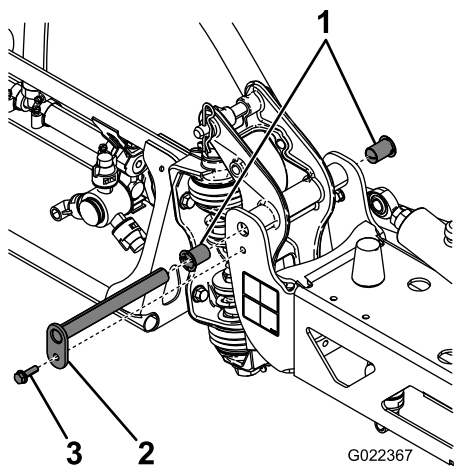

图57
3. 支撑住喷洒臂的重量，然后拆下将枢轴销紧固到喷洒臂组件的螺栓和螺母（图57）。
4. 卸下固定枢轴销的螺栓和螺母，然后取下枢轴销（图57）。
6. 从枢轴支架的前后侧拆下尼龙轴套并进行检查（图57）。
7. 在尼龙轴套上涂上少量的机油，然后将轴套装回到枢轴支架上（图57）。
8. 将喷洒臂和枢轴支架装回中心机架上，与孔对齐（图57）。